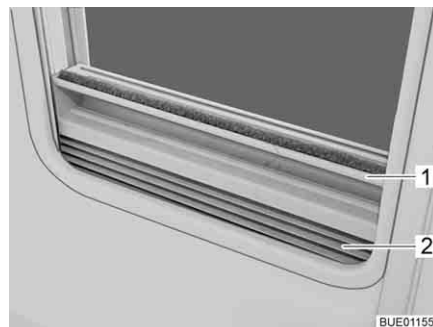

Fig. 60 Dispositif occultant plissé
- Saisir le dispositif occultant plissé (Fig. 60,2) par le centre de la barre-poignée (Fig. 60,1), le tirer du bas vers le haut et le relâcher à la hauteur voulue. Le dispositif occultant plissé reste alors à cette hauteur.